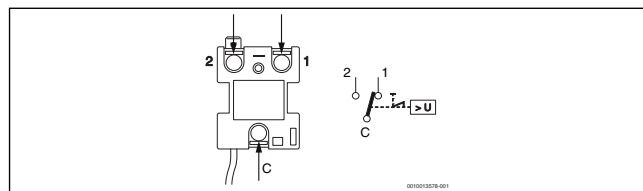

Рис. 1 Подключение предохранительного ограничителя температуры
- ▶ Переключите провода термостата на новый термостат (→рис. 1)